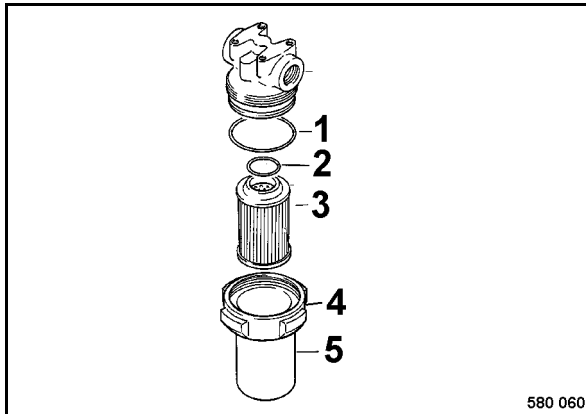

Fig. 167
- Desenroscar la tuerca tapón 4 (Fig. 167), y retirar la caja filtradora (5) con el elemento filtrante (3).